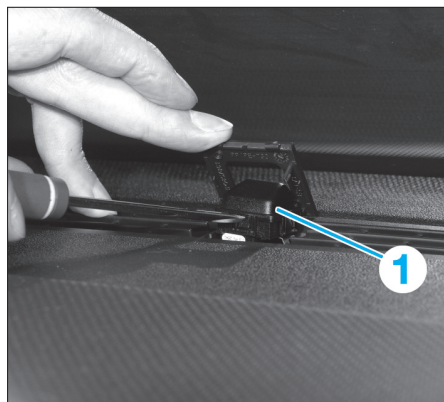

Fig. 46
- Extraire avec soin le détecteur (1) photosensible de rayonnement solaire de la buse de dégivrage du pare-brise puis débrancher sa connexion (Fig.46).